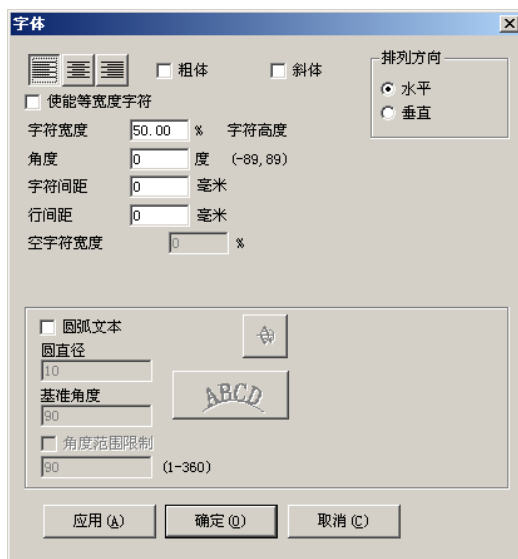

图 4-11 字体参数对话框
点击  后系统弹出如图 4-11 所示对话框。
**基准角度：**指文字对齐的角度基准，因为图 4-11 选择的是中间对齐，角度 90，所以在图 4-12 里，文本 TEXT 的中间与圆心成 90 度。